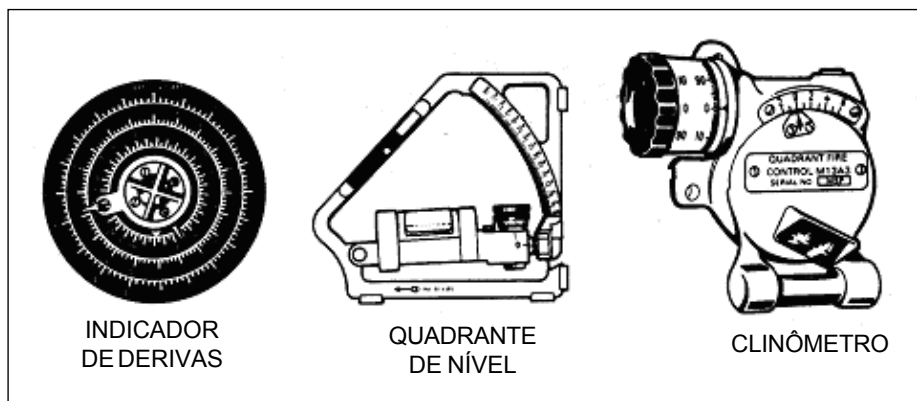

Fig 7-12. Componentes do sistema auxiliar de tiro
b. O sistema é composto do indicador de derivas, quadrante de nível e clinômetro. (Fig 7-12)